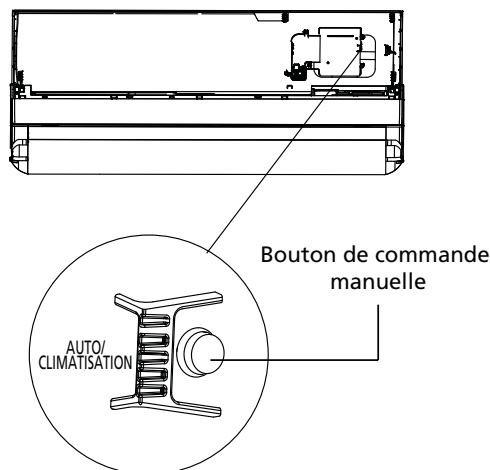

Fig. 32 – Essai de fonctionnement
Effectuez un essai de fonctionnement après avoir terminé la recherche de fuite de gaz et la vérification de sécurité électrique (voir la figure 32).
1. La **COMMANDE MANUELLE** est située sur le côté droit du boîtier d'affichage du panneau avant du module intérieur (voir la figure 32). Appuyez deux fois sur le bouton pour sélectionner la fonction **REFROIDISSEMENT**. Effectuez un essai de fonctionnement comme à l'habitude.